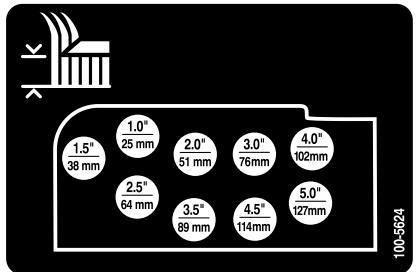

Figure 23
10. Montez les chaînes de hauteur de coupe dans le trou correspondant à la hauteur de coupe voulue à l'aide de l'axe de chape et de la goupille fendue \(Figure 23\).